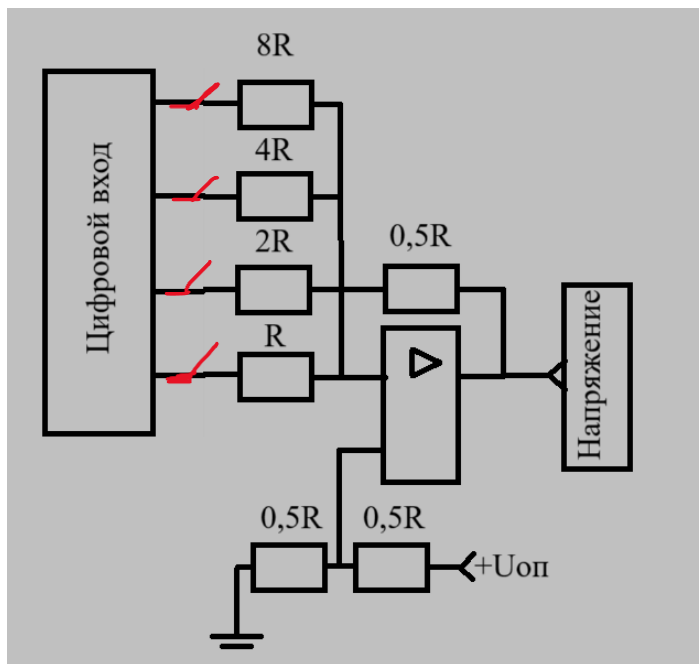

Рисунок 9
– Лампы, отражающие работу ключей на схеме 2 (рис. 9)
Схема 2 (рис.9) работает следующим образом: На вход подаётся цифровое значение, согласно которому открываются соответствующие ключи и опорный ток проходящий через резисторы соответствующие весу каждого разряда двоичного числа, проходит через аппаратный усилитель и подаётся на выход ЦАП.